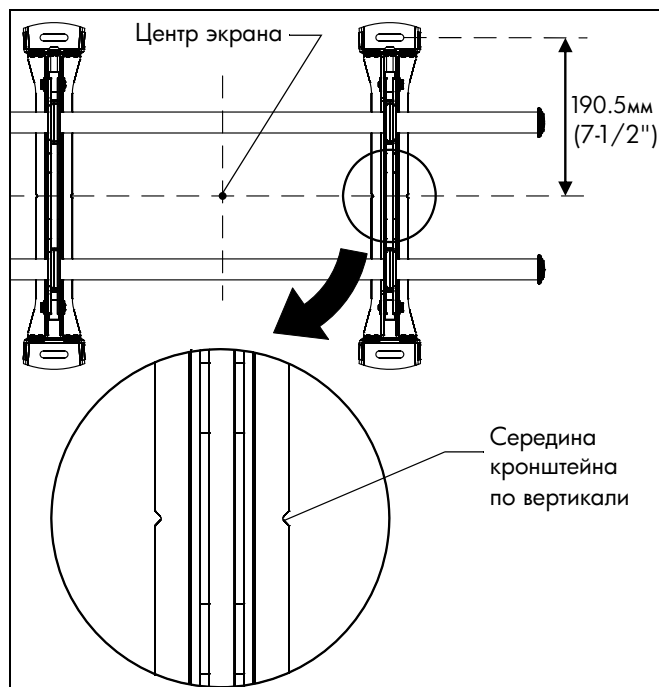

рис. 1
3. Совместите прорези на креплении с отметкой середины экрана, чтобы определить середину по вертикали. (См. рис. 1)
2. Совместите прорезы на креплении с отметкой середины экрана, чтобы определить середину по вертикали. (См. рис. 1)
3. Отмерьте 190,5мм ( $7-1/2''$ ) вверх от средней линии и отметьте место верхнего монтажного отверстия. (См. рис. 1)